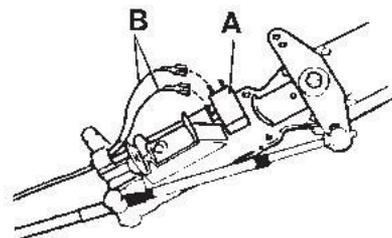

Fig. 20
**NB** Le contacteur (A fig. 20) peut être installé avec les fiches électriques (B fig. 20) à partir du câble.